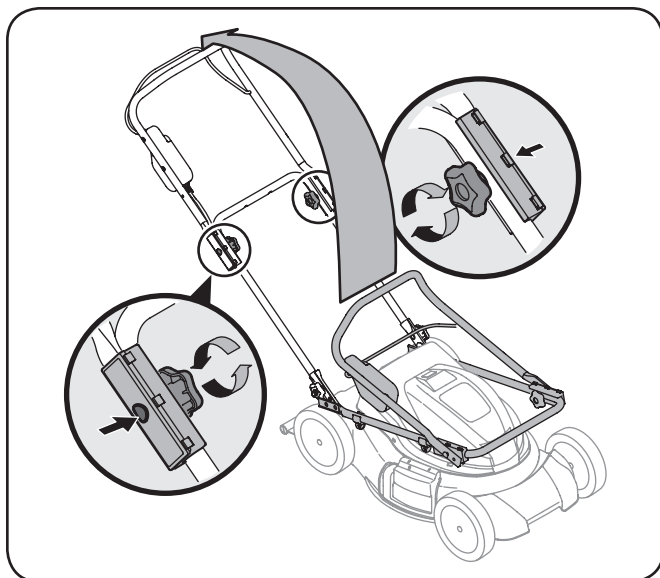

Figura 3-1
- b. Levante con cuidado y gire la manija superior a la posición de funcionamiento como se muestra en la Figura 3-1.